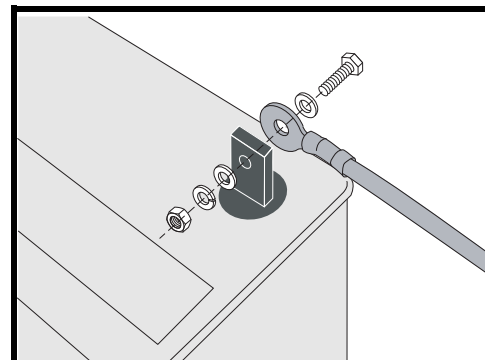

Abb. 16. Kabelanschluss an Batterieanschlussklemme
5. Entfernen Sie die Batteriekabel von den Batterieanschlüssen an jeder Batterie indem Sie die Mutter und Schraube von jedem Anschluss abschrauben. **Siehe Abb. 16.**